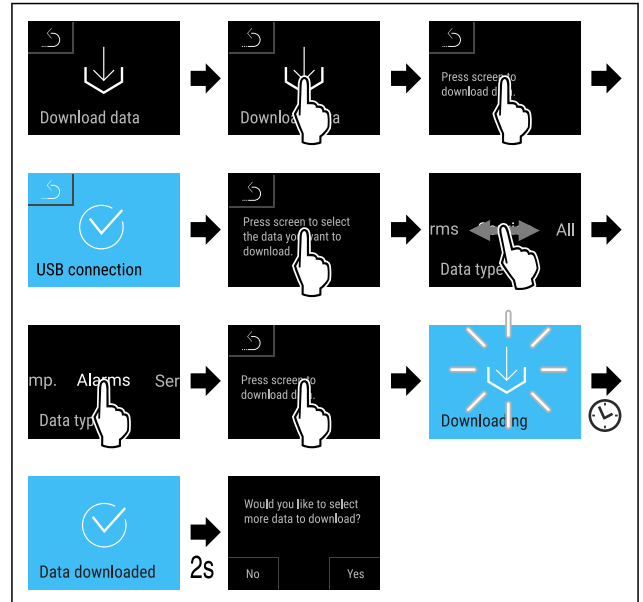

Fig. 136
- ▶ Seguir los pasos de procedimiento (consulte Fig. 136) .